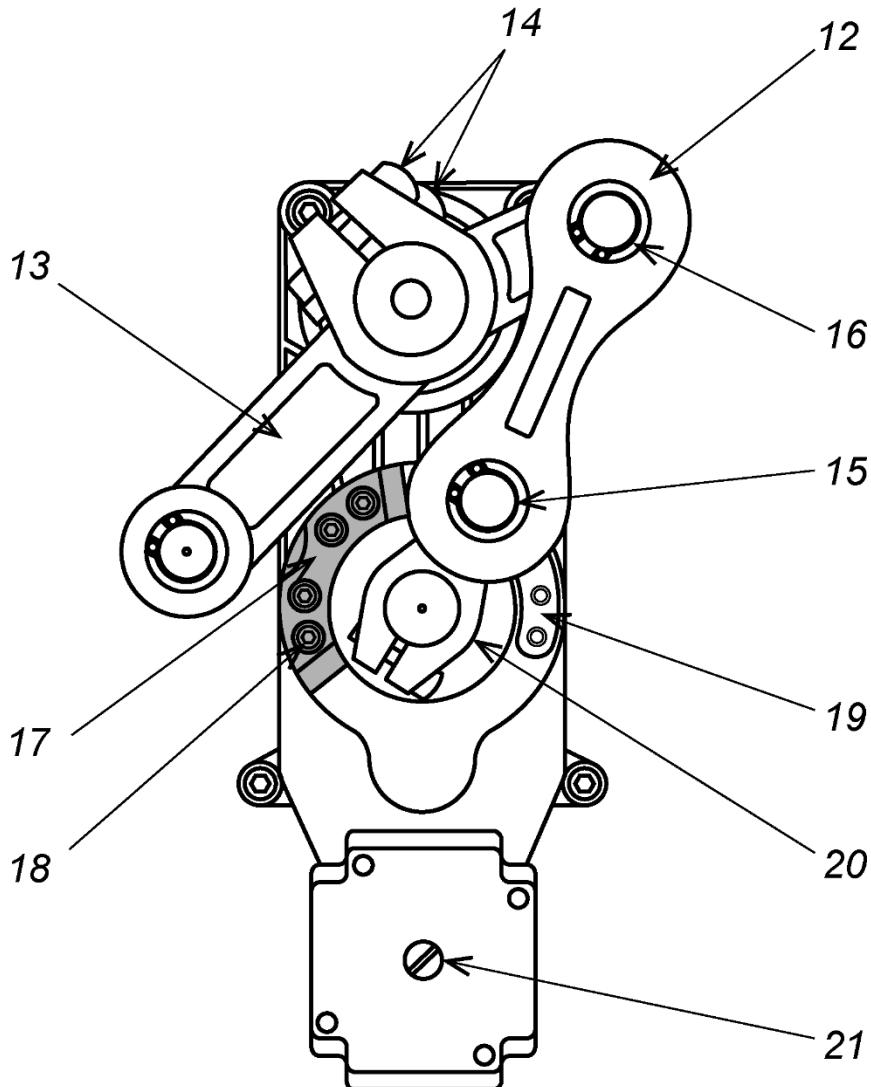

Рисунок 8. Порядок переустановки стрелы шлагбаума
По умолчанию шлагбаум поставляется с положением стрелы, рассчитанной на правосторонний проезд (стойка шлагбаума фронтальной стороной располагается справа от проезжей части). При необходимости изменения этого положения на противоположное выполните следующие действия (см. рис. 8):
Снятие или установку стрелы производите при снятых балансировочных пружинах (см. разд. 8.5.6). Переведите кронштейн крепления стрелы в горизонтальное положение, для чего шлицевой отвёрткой вращайте винт (ручку) разблокировки привода (21) по часовой стрелке до упора (см. рис. 8).
Для разблокировки стрелы откройте дверцу шлагбаума и вращайте винт (ручку) разблокировки привода (21) (см. рис. 8) влево или вправо до тех пор, пока нижний шарнир шатуна (12) не выйдет из крайнего положения и стрела не станет поддаваться ручному воздействию вверх или вниз.
1. Откройте дверцу (2) стойки шлагбаума.
2. Шестигранным ключом S10 ослабьте два болта (14), фиксирующие рычаг (13) на валу кронштейна стрелы (см. рис. 8). Придерживайте стрелу от падения!